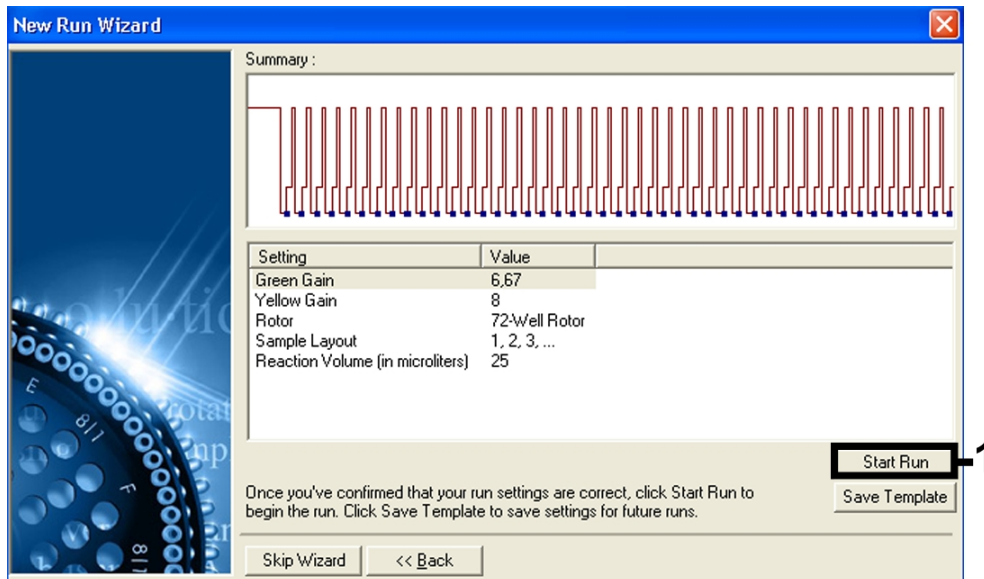

Abbildung 7. Starten des Laufs.
Starten des Laufs	Abbildung 7
12. Die bei der Kalibrierung der Kanäle ermittelten Verstärkungswerte werden automatisch gespeichert und im letzten Menüfenster des Programmierverfahrens aufgeführt (Abb. 7). Klicken Sie auf **Start Run** (Lauf starten).